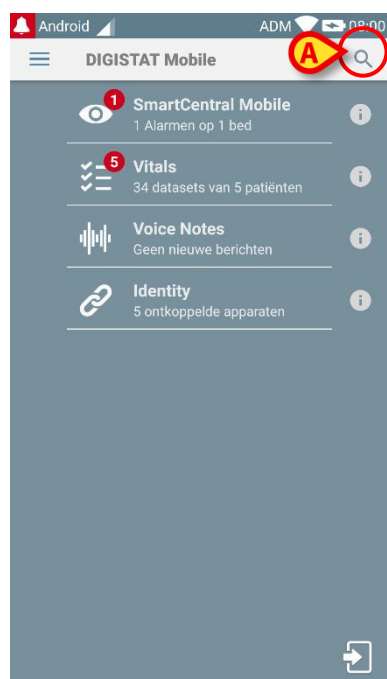
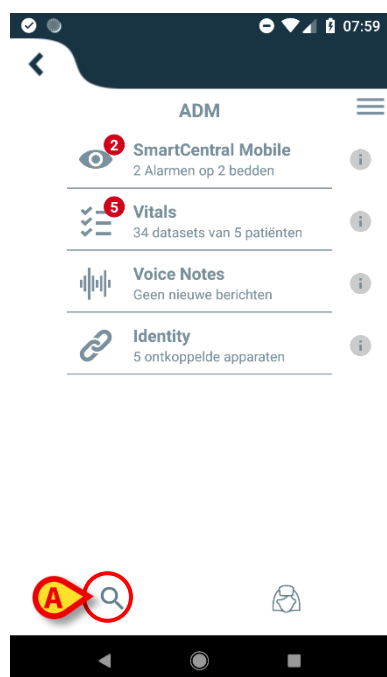
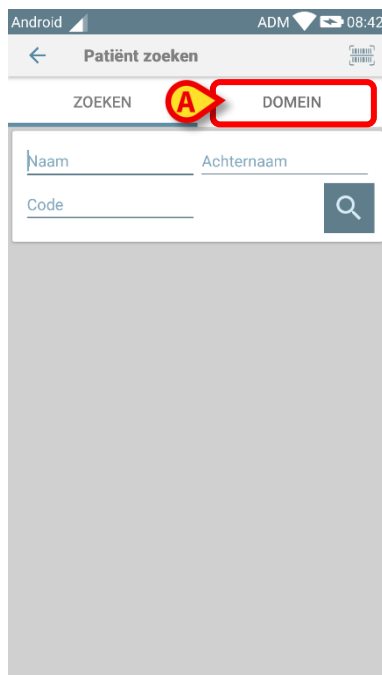

Fig 31
Fig 32
Fig 39
- Tik op het pictogram aangegeven in Fig 31 **A** voor apparaten zonder Myco/Unite Integration of in Fig 32 **A** voor apparaten met Myco/Unite Integration.
- Tik op het pictogram aangegeven in Fig 31 **A** voor apparaten zonder Myco/Unite Integration of in Fig 32 **A** voor apparaten met Myco/Unite Integration. Het volgende scherm zal verschijnen (Fig 39 **A**):